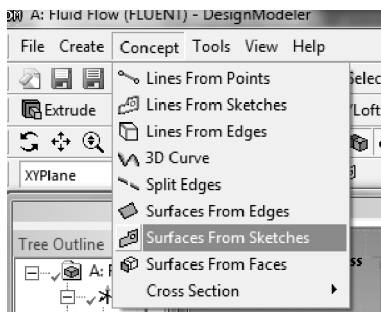

Рис. 3.11
1) Для создания поверхностей выбираем в меню Concept, а затем Surface From Sketches, как показано на рис. 3.11.